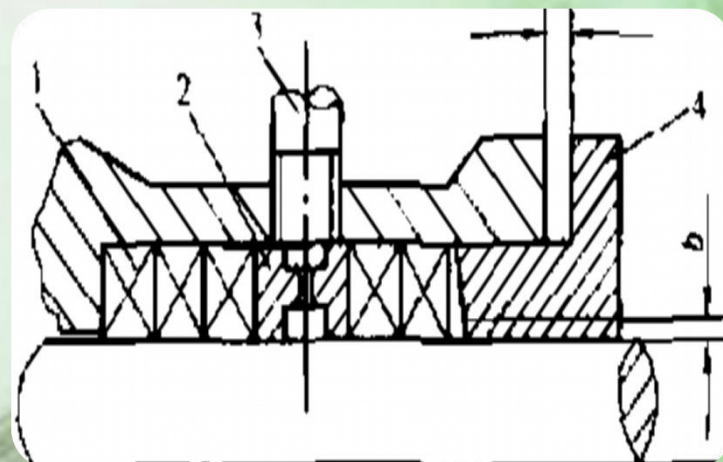

图21-2 填料涵的结构
- (4) 切好的盘根装入填料涵内以后，相邻两圈的接口要错开至少90度。如果轴套内部有水冷却结构时，要注意硬盘根圈与填料涵的冷却水进口错开，并把水封环的环形室正好对正此进口，如图21-2所示。
- (5) 当装入最后一圈盘根时，将填料压盖装好并均匀拧紧直至确认盘根已经到位，然后，松开填料压盖，重新拧紧到适当的紧力。
- (6) 盘根被紧上之后，压盖四周的缝隙 $a$ 应相等。有些水泵的填料压盖与轴之间的缝隙较小，最好用寒尺测量一下，以免压盖与轴产生摩擦。